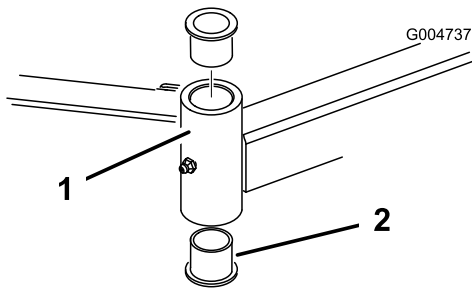

Figure 25
4. Insérez un chasse-goupille dans le haut ou le bas du tube de montage et chassez la bague hors du tube (Figure 25).